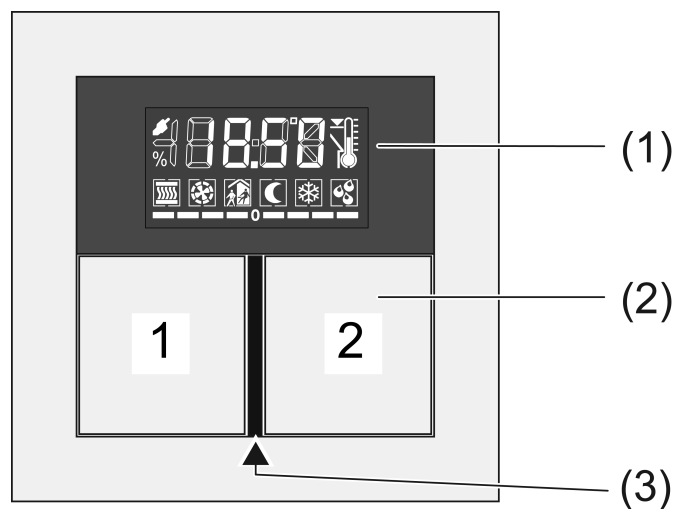

Bild 1
- Öffnen: Gleichzeitig die Tasten 1 und 2 oben links betätigen (siehe Bild 1).